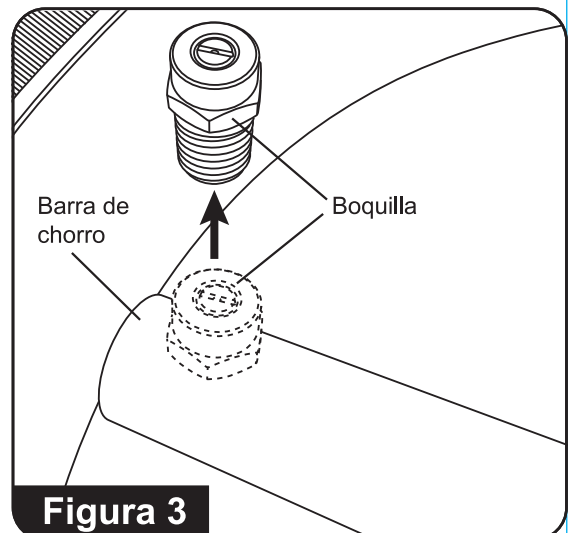

Figura 3
3. Con una llave inglesa de 9/16" (no se proporciona) retire las boquillas de la barra de rociado. (Consulte la figura 3)